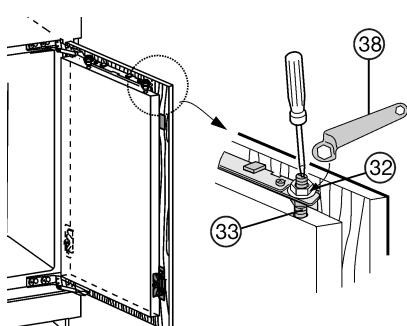

Fig. 24
- ▶ Contramoeren Fig. 24 (32) met de ringssleutel Fig. 24 (38) vastdraaien, daarbij stelbouten Fig. 24 (33) met een schroevendraaier tegenhouden.